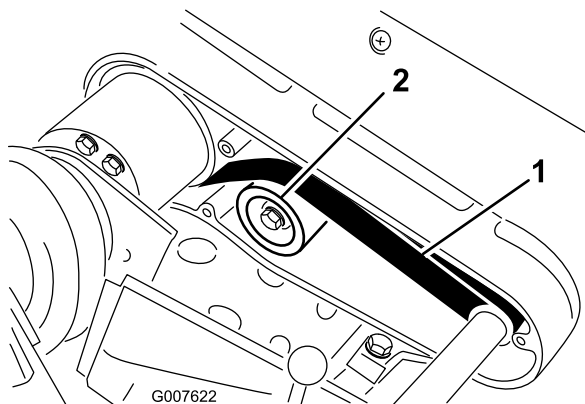

Figura 38
2. Controllate la tensione premendo la cinghia al centro tra le pulegge (Figura 38) con una forza di 22–26 N. La cinghia deve flettersi di 6 mm.
- A. Allentate il dado di fissaggio della puleggia tendicinghia e ruotate la puleggia in senso orario verso il retro della cinghia, fino a ottenere la tensione desiderata (Figura 38).